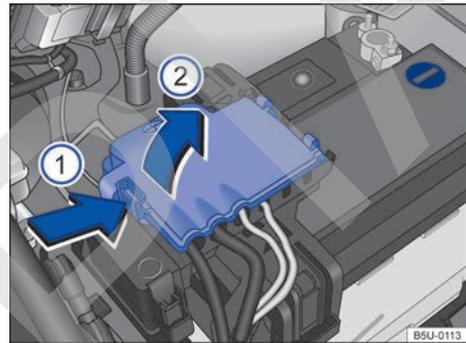

Fig. 195 Compartimento del motor: acceso al terminal positivo de la batería.
- Abrir la cubierta del polo positivo. Para abrir, presione la traba en el sentido de la flecha → fig. 195 , pliegue la cubierta hacia el costado en el sentido de la flecha .